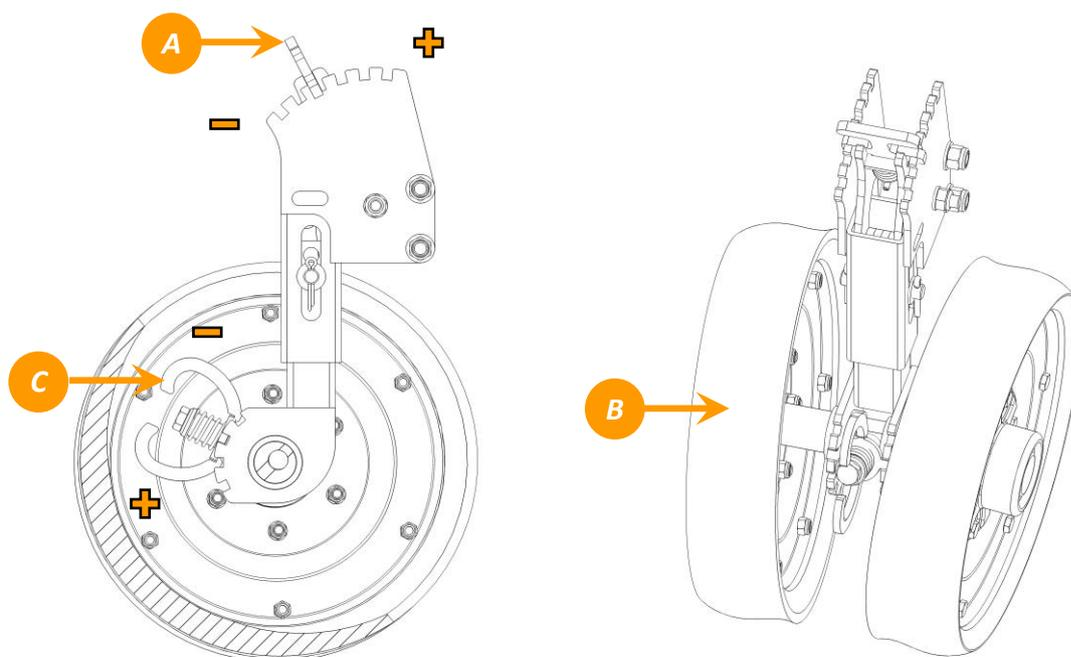

Figura 16 - Linha Pantográfica SAN Netz
O ajuste da profundidade da semente é feito individualmente por linha através da graduação da alavanca (A) das rodas limitadoras (B) de profundidade, figura 16.